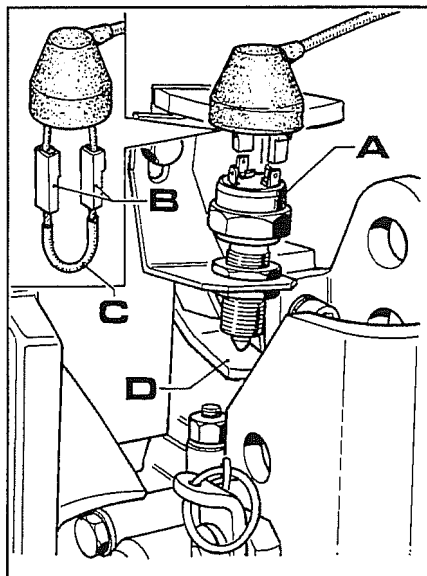

Fig. 12
Se tais controles não derem êxito positivo, é necessário verificar a eficiência do interruptor de fim de curso **A**. fig.12.
2. Desligar os cabos **B** fig.12 do interruptor e liga-los entre si com um cavalete (**C** fig.12).
- b. Conduzir a ponteira do novo interruptor em contacto com o mecanismo **D** fig.12 e bloquear o interruptor nesta posição.